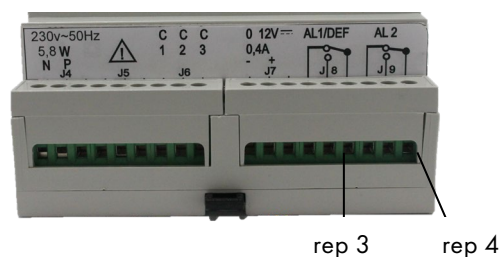

Figura 4
- Este relé está equipado con contactos RCT disponibles en la bornera del SV 4B (rep 3, Figura 4).
- El relé 2 (REL 2) que es de "seguridad negativa" corresponde únicamente al segundo umbral de alarma gas. Este relé también está equipado con contactos RCT disponibles en la bornera del SV 4B rep 4, Figura 4.